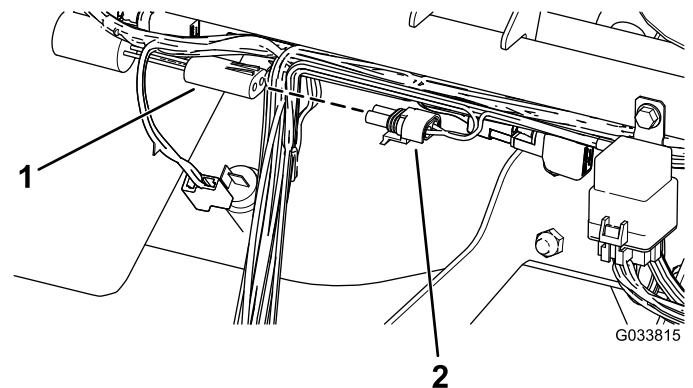

Figura 9
3. Ligue o conector da cablagem identificado como “one second delay timer” (temporizador de um segundo) ao temporizador (Figura 9).